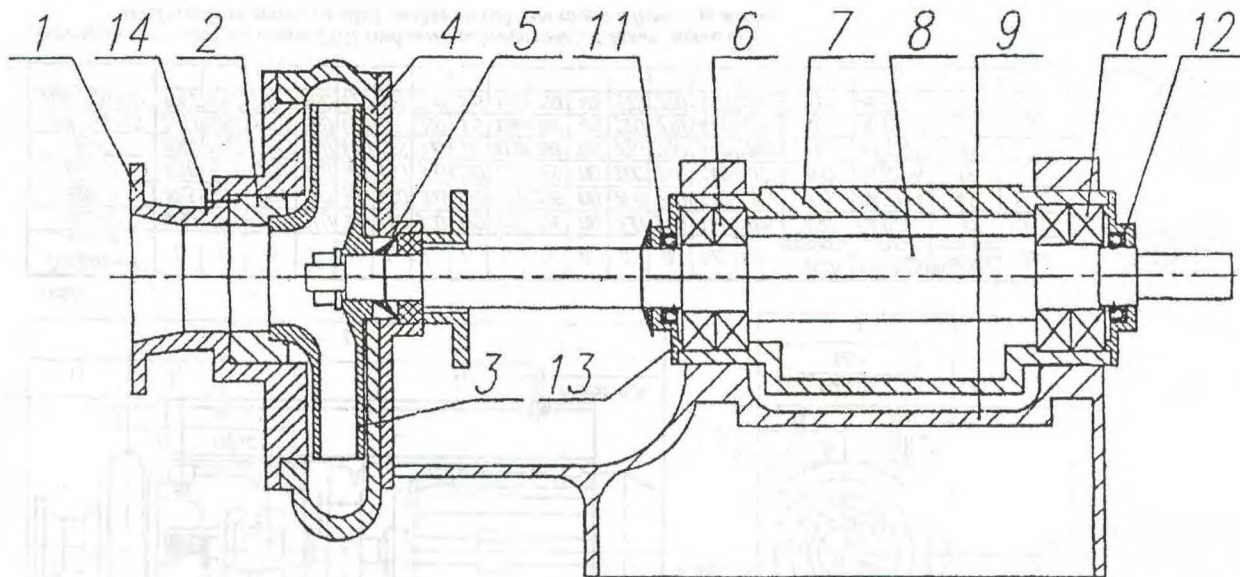

Рис. 3
- 20.3 Отсоедините фланцы трубопроводов, снимите переходник (патрубок всасывающий) 1 (рис.3).